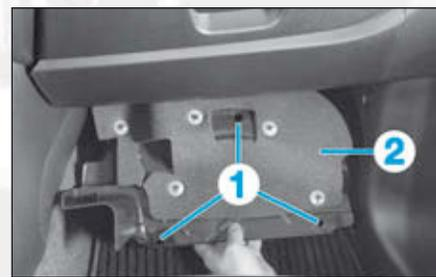

FIG.5
- Déposer les trois agrafes en (1) de la garniture inférieure gauche (2) de la planche de bord (Fig.5).
- Déposer la garniture inférieure gauche (2) de la planche de bord.